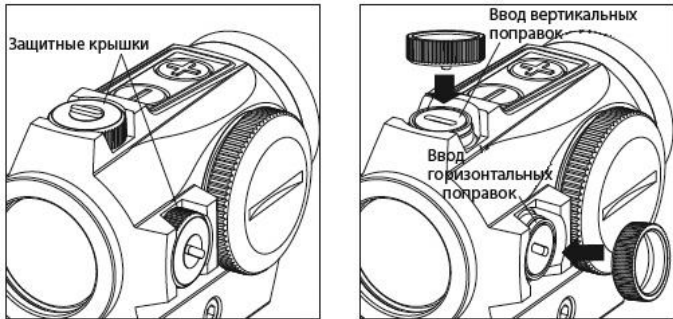

Рис. 6
справа – барабан горизонтальных поправок (см. Рис.6). На фабрике прицельная марка устанавливается в среднее положение.
2. Для ввода поправок можно воспользоваться выступом (шлицевой отверткой) в защитной крышке (см. Рис.6).